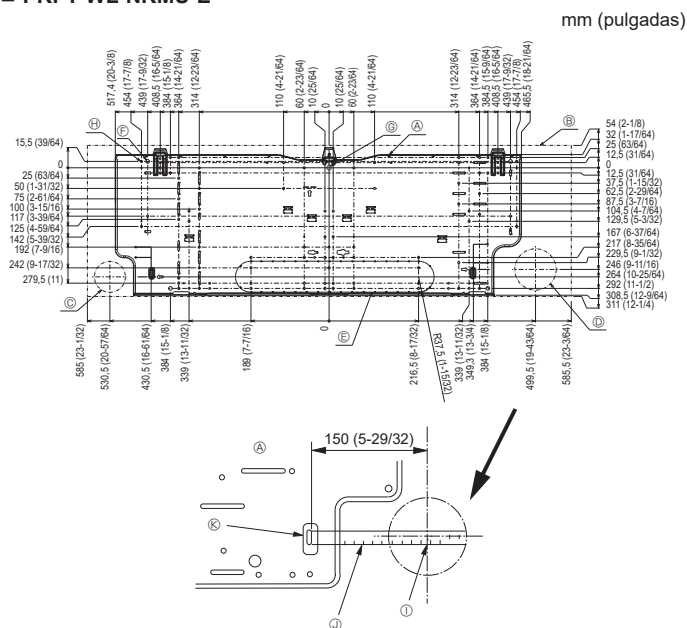

Fig. 3-2
■ PKFY-WL·NKMU-E (Fig. 3-2)
- Ⓐ Placa de montaje ①